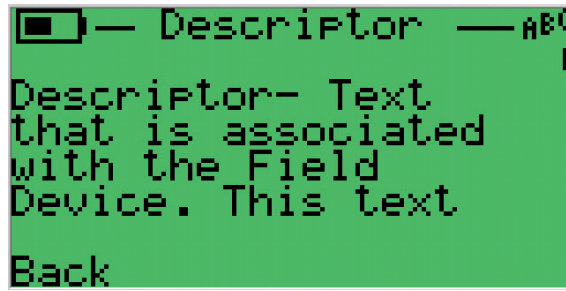

Figura 26: Informações sobre parâmetros de configuração editáveis
Esta lista apresenta o ícone de informação. Ao pressionar o botão Delete/Help, o usuário pode ler algumas das informações detalhadas dos parâmetros editáveis da configuração selecionada (veja a figura 26). A edição de parâmetros é extremamente simples. Basta selecionar o botão Edit para poder modificar e personalizar todas as entradas de configuração.
- Pressione a tecla de navegação para a direita (OK) quando o dispositivo tiver sido encontrado (veja a figura 26). O DHH805-A carrega o arquivo DD e o usuário acessa o menu principal on-line. Os comandos Save / Send são localizados em Configuration Handling.